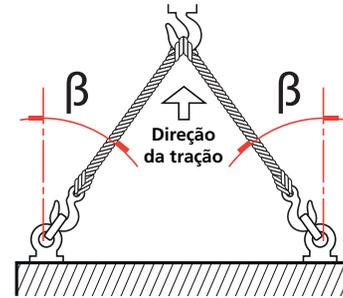

Fig 7.1 Içamento (atuador de ação simples até um tamanho de 161)
- No caso de um atuador de ação simples, engate as eslingas da corrente de ação dupla nos suportes de içamento como mostra a Fig 7.1.